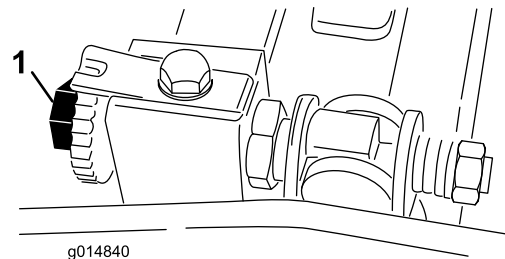

Bild 45
2. Drehen Sie die Einstellschrauben des Untermesserträgers nach links (Bild 45). Dies stellt sicher, dass die Spindel das Untermesser nicht berührt.
die Einstellschraube des Untermesserträgers nach rechts (an demselben Ende der Spindel um jeweils einen Klick, bis das Papier an einer Seite der Spindel leicht festgehalten wird, wenn es von vorne parallel zum Untermesser eingeschoben wird. Das führt zu einem leichten Widerstand, wenn Sie am Papier ziehen (Bild 45).